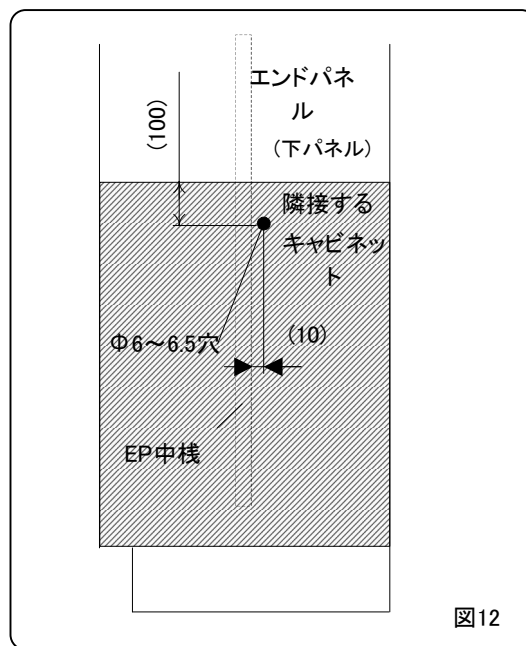
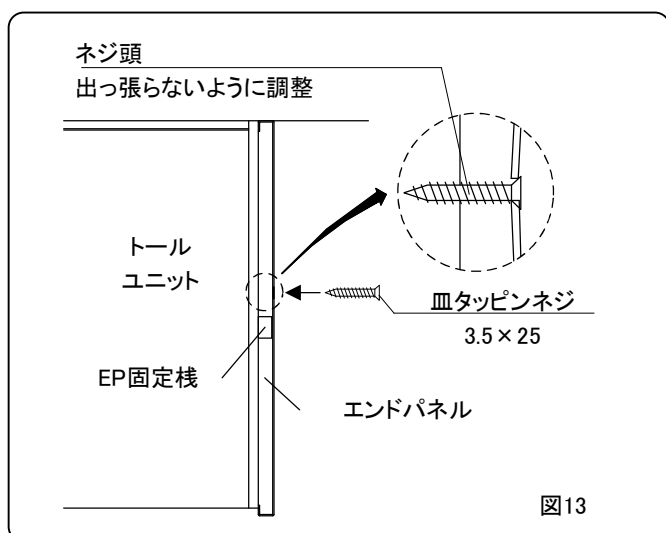

図12
図13
- ①隣接するキャビネットで隠れる箇所に $\phi 6\sim 6.5$ の穴を加工してください。(図12)
- ②加工した穴にシリコンで防錆処理してください。
- ③加工した穴からネジ(皿タッピンネジ 3.5×25)を打ち、パネルの反りを矯正してください。(図13)